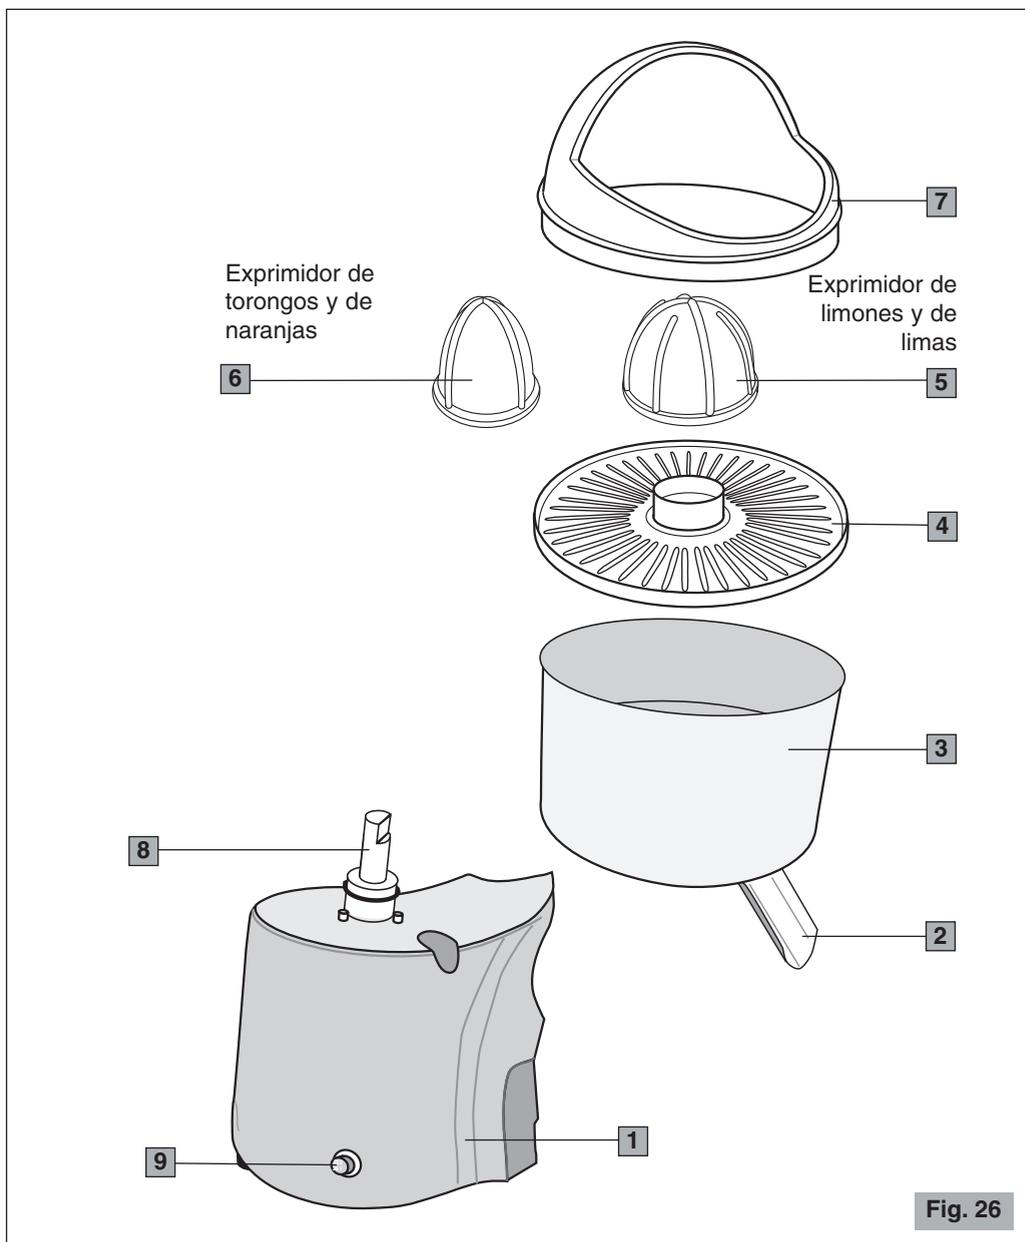

Fig. 26
Componentes principales (Fig. 25 - Fig. 26)
Modelo manual (Fig. 26)
- !** **La primera vez que se utiliza:** enjuagar con agua corriente todos los elementos de contacto con los alimentos: pico, recipiente, exprimidores, coladores, anillo protector, protector, cono (véase Fig. 25 y Fig. 26).